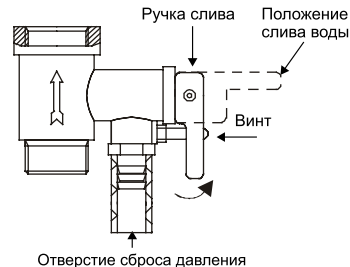

Рис. 9
4. На входной патрубок обозначенный голубым цветом и стрелкой направления течения воды накрутите предохранительный клапан так, чтобы течения воды совпадало с направлением стрелки на корпусе клапана. На отверстие сброса давления предохранительного клапана (см. рис. 9) оденьте дренажную трубку для отвода воды (возможно появление при нагревании) в канализацию.
- открутить винт обратного предохранительного клапана и перевести ручку в горизонтальное положение, из отверстия предохранительного клапана должна потечь вода. (см. рис. 9)